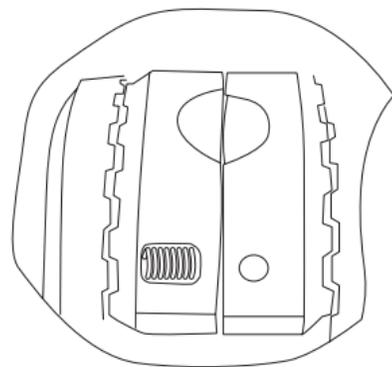

Рис. 9
13. Установите пружинки малые [5] в пружинки большие [6] и через окна заведите их в муфту (рис. 9).